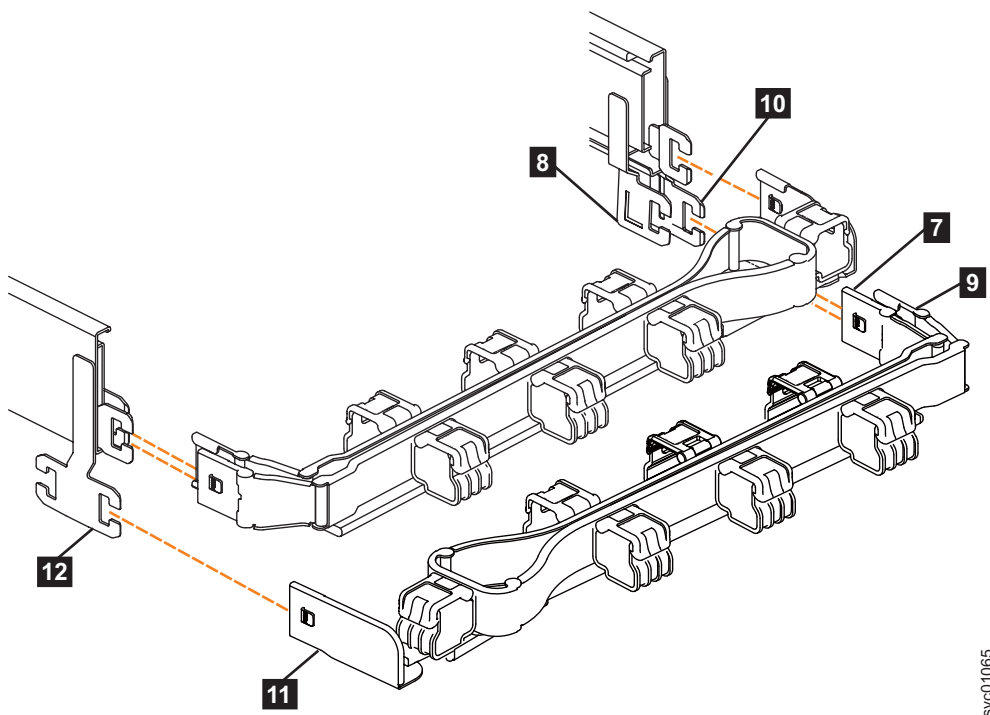

Рисунок 66. Компоненты нижней части кабельного кронштейна
Примечание: Процедура удаления нижней части кабельного кронштейна аналогична удалению верхней части. Но расположение коннекторов обратное. Например, основание коннектора верхней части (**5** на рис. 65) соединяется с правой направляющей. Основание коннектора нижней части кабельного кронштейна (**11** на рис. 66 на стр. 72) соединяется с левой направляющей.
6. Извлеките основание коннектора на нижней части кабельного кронштейна (**11**) из коннектора на левой направляющей (**12** на рис. 66).
7. Извлеките внутренний коннектор нижней части кабельного кронштейна (**9**) из внешнего элемента правой направляющей (**10** на рис. 66).
8. Удалите внешний коннектор нижней части кабельного кронштейна (**7**) из внутреннего элемента правой направляющей (**8** на рис. 66).